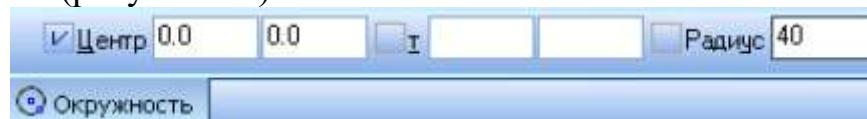

Рисунок 2.9 – Стока параметров Окружности
2. Введите значение центра окружности и размер радиуса в поле *Строки параметров* (рисунок 2.9).